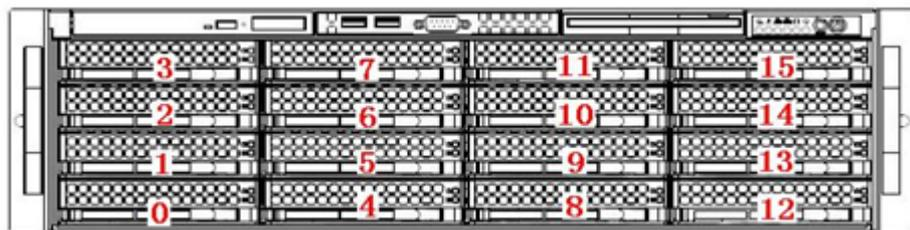

图 1-6 硬盘槽位图
1. 将硬盘从硬盘包装中取出，对应硬盘托架前的序号标签从 0—15 安装硬盘，硬盘槽位图如图 1-6 所示。